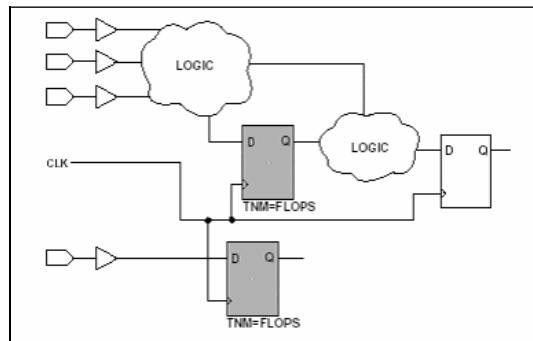

图5-15 TNM 约束附加在 Primitive 上
- (3) 当 TNM 约束直接附加在 Primitive 上，那么这个 Primitive 将作为命名组的一部分，如图 5-15 所示。图中 TNM=FLOPS 约束直接附加在阴影标记的触发器上，所以这些触发器被归到 FLOPS 分组中。